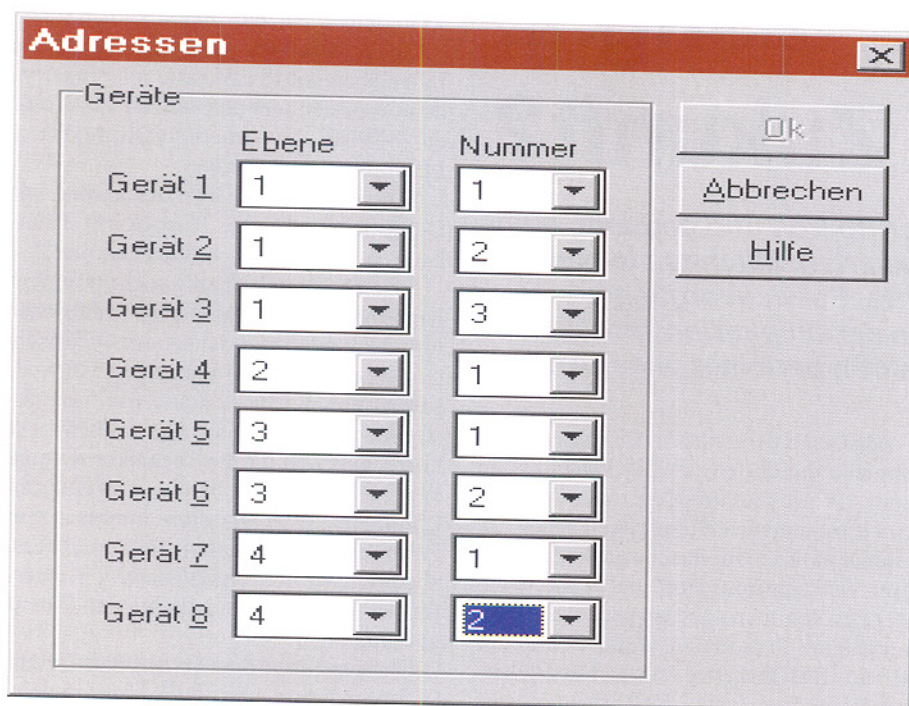

Bild 6: Freie Programmierung von Ebenen und Adressen
- Zuordnung der Sende- und Empfangsebenen (siehe Abbildung 6)